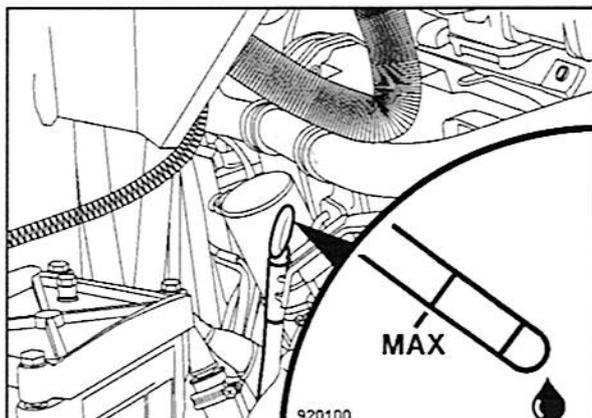

Fig. 113
- Extraer la varilla de medición de aceite (Fig. 113), limpiarla con un paño limpio y libre de hilachas e introducirla hasta el tope.